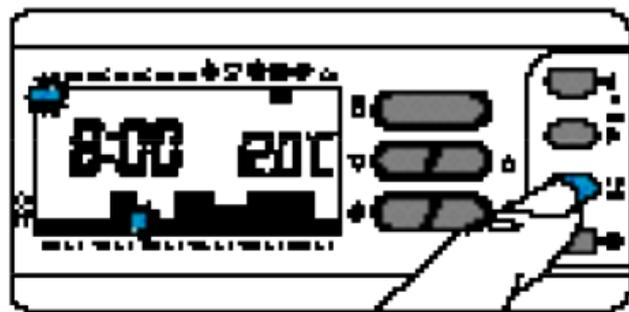

Fig. 39
8.2 - Tramite il pulsante LU ÷ DO portare l'indicatore del giorno in posizione LU (lunedì) (fig.39).